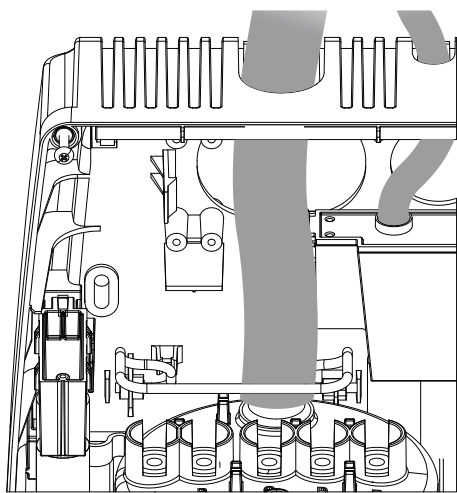

Fig. 3.k
► **Attenzione:** per permettere il ritorno della condensa attraverso la connessione di drenaggio, montare il distributore leggermente inclinato (almeno 2°, v. Fig. 3.l).
Durante la distribuzione del vapore parte di esso può condensare, causando perdite di efficienza e rumorosità (sotto forma di gorgoglii). Per scaricare questi accumuli di condensa, collegare alla base del distributore un tubo di drenaggio flessibile (codice CAREL 1312353APG) con un sifone e una pendenza minima di 5° (vedi fig. 3.L). Il tubo di trasporto condensa va inserito nel foro situato nella parte superiore della vaschetta di carico posta all'interno dell'umidificatore, come illustrato in fig 3.k.